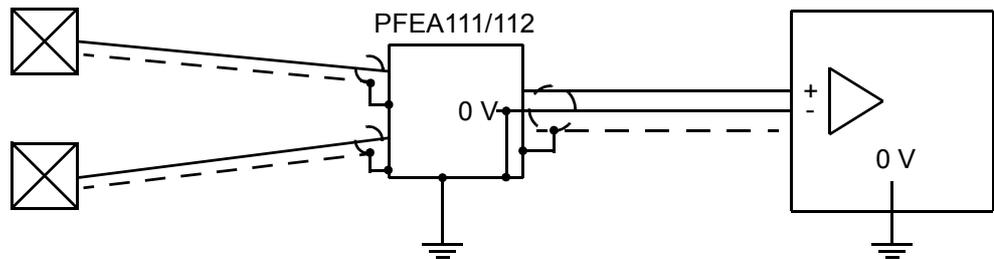
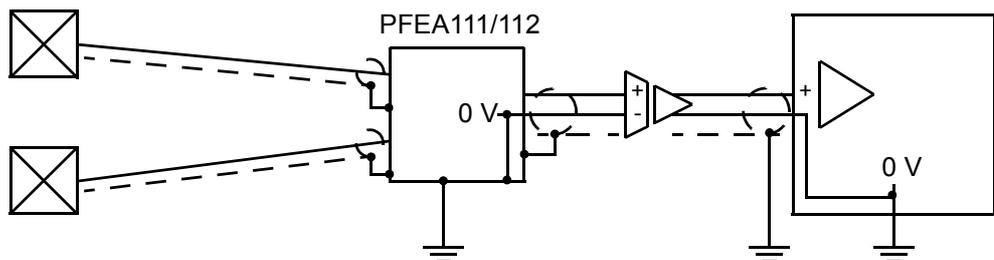

Figura 2-7. Conexión a un sistema superior con una entrada aislada o diferencial
Figura 2-8. Conexión a un sistema superior a través de un amplificador de aislamiento separado
- Dado que la tierra de la señal del sistema de medición está conectada a la masa del chasis de la unidad de control electrónico de tensión, la entrada de un sistema superior conectado al sistema de control no debe conectarse a tierra. Las mejores maneras de conectar el sistema de medición con un sistema superior para lograr un funcionamiento óptimo se indican en Figura 2-7 y Figura 2-8.